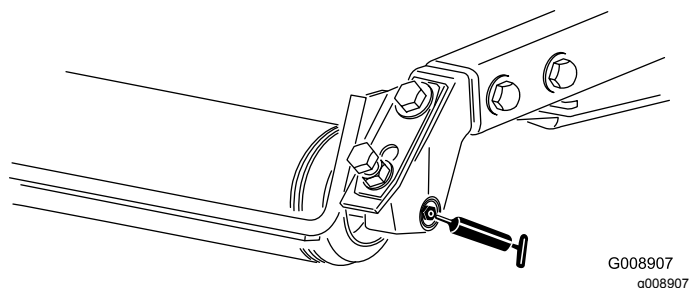

Рисунок 36
- Задние роликоподшипники (по 2 шт. на режущий блок)—Рисунок 36